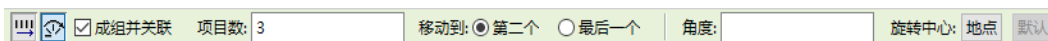

图 2-59 半径阵列选项栏
- (1) 单击“修改”选项卡“修改”面板“阵列”按钮, 选择要阵列的图元，按 Enter 键，打开选项栏，单击“半径”按钮, 如图 2-59 所示。